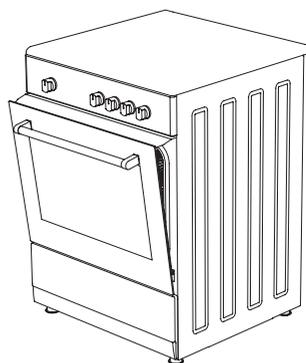

Figure 20
3. Ensuite, fixez la plaque de protection entre le four et la porte (figure 20).